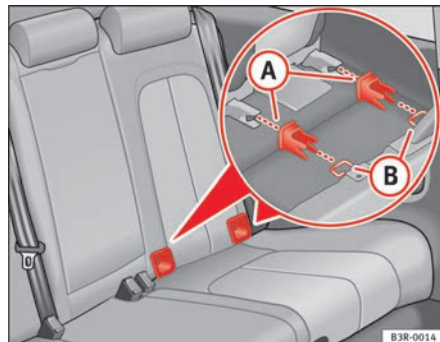

Fig. 32 Posizione degli ancoraggi ISOFIX del sedile posteriore laterale
- Collocare le guide degli ancoraggi ISOFIX del veicolo che si trovano nello schienale e nella seduta del sedile ⇒ **fig. 32**.